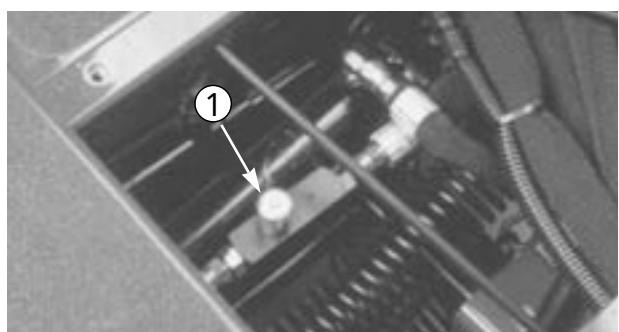

図62
1. 調整バルブ（図62）は運転台の床のアクセス・パネル裏にある。